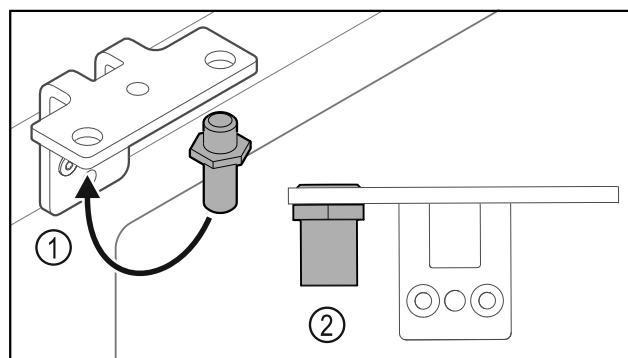

Fig. 31
- ▶ Přesad'te čep Fig. 31 (1) v úhelníku závěsu.
- ▶ Utáhněte čep Fig. 31 (2) **utahovacím momentem 12 Nm**.